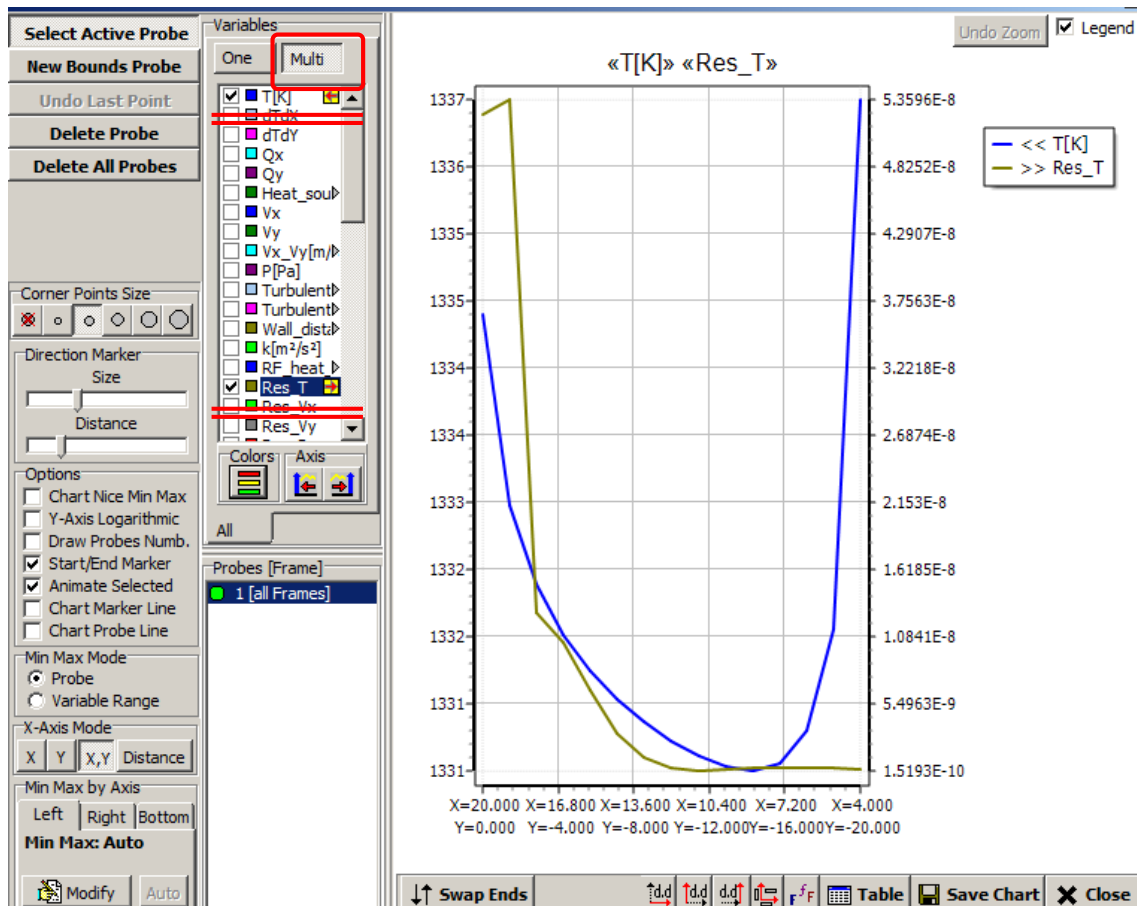

図 10. 1次元プロットにおける2軸表示機能
- 1 次元プロットにおける 2 軸表示機能の追加 (図 10)